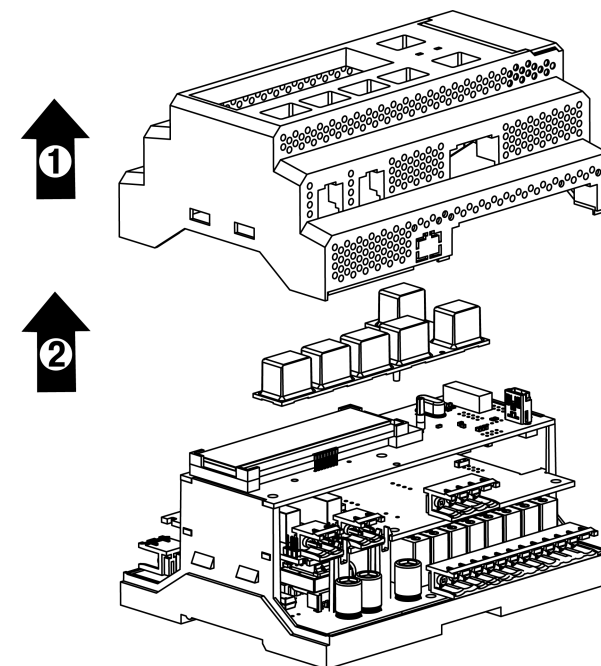

Рисунок 7.16 – Отделение верхней крышки и клавиатуры
4. Снять крышку (см. рисунок 7.16, стрелка 1). Убрать клавиатуру (стрелка 2).